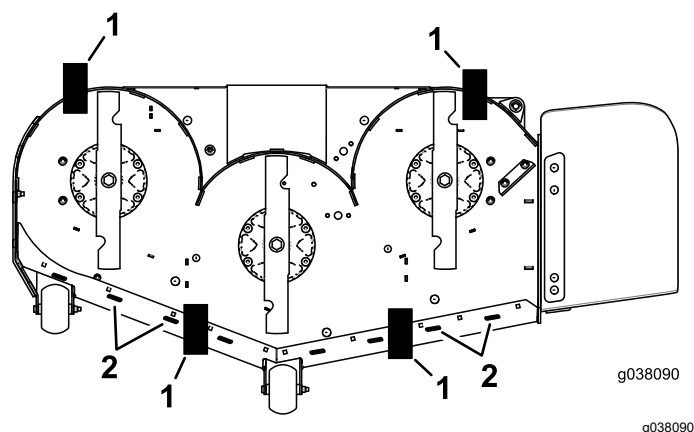

Рисунок 88
11. Установите 2 подставки (см. таблицу высоты подставок и угла наклона ножей) под заднюю кромку фартука режущей деки, по одной на каждой стороне режущей деки (**Рисунок 88**).